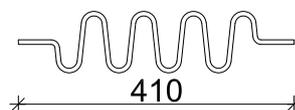

Abbildung 5.16
- Die Länge des Energieabsorbers überprüfen und das Kabel unter Spannung setzen, bis der Energieabsorber 5-10 mm Länge erreicht hat (das entspricht einer Zugkraft von ca. 100/150 daN) (Cod. 000033) (siehe **Abbildung 5.16**).